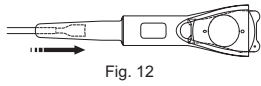

Fig. 12
6. Cierre las mandíbulas de las pinzas de carga de la ICL o TICL e introdúzcalas en el cilindro desde la parte frontal del cartucho. (Fig. 12)